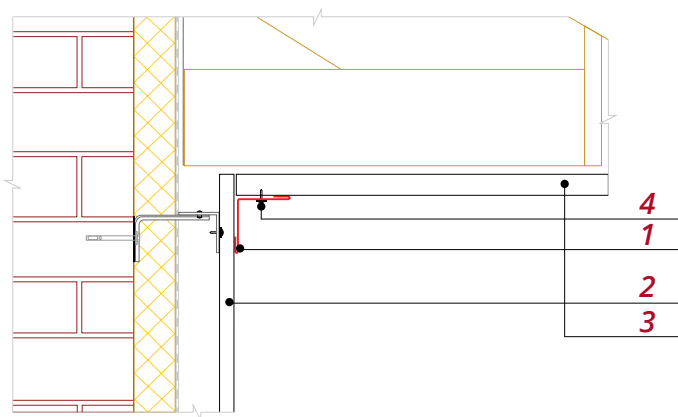

Рис. 7
4. Если требования к внешнему виду объекта не требуют скрыть крепеж, для отделки верхней части фасада используйте Планку угла внутреннего 50*50 (рис. 7). Монтируйте планку после монтажа панелей.